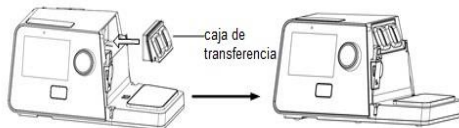

Fig. 18-3
(2) Limpieza de la Caja de transferencia: Enjuague bien la caja de transferencia con agua limpia. También puede limpiar la caja de transferencia con un paño suave que no la raye (sumerja el paño suave en jabón líquido si es necesario), enjuáguelo bien y luego séquelo con un paño suave.
(3) Reemplazar la Caja de transferencia: Como se ve en la Fig. 18-3.